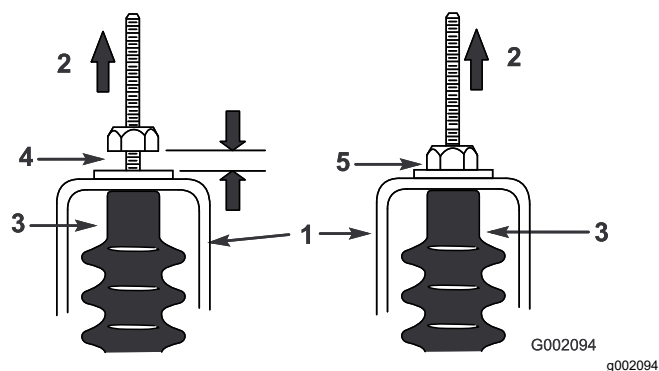

Figura 62
5. Tire hacia arriba de cada cable de cambio y asegúrese de que hay una distancia de 0,76–1,52 mm entre la tuerca/arandela y la pletina de punto muerto (Figura 62).